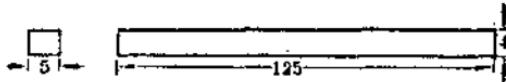

图 10
8. 搁条：用  $4 \times 5 \times 125$  [毫米]3 木条制搁条两根（图 10），砂光后，一条装在滑板上方支架板上，另一条与第一条平行装在支架板的圆角上。